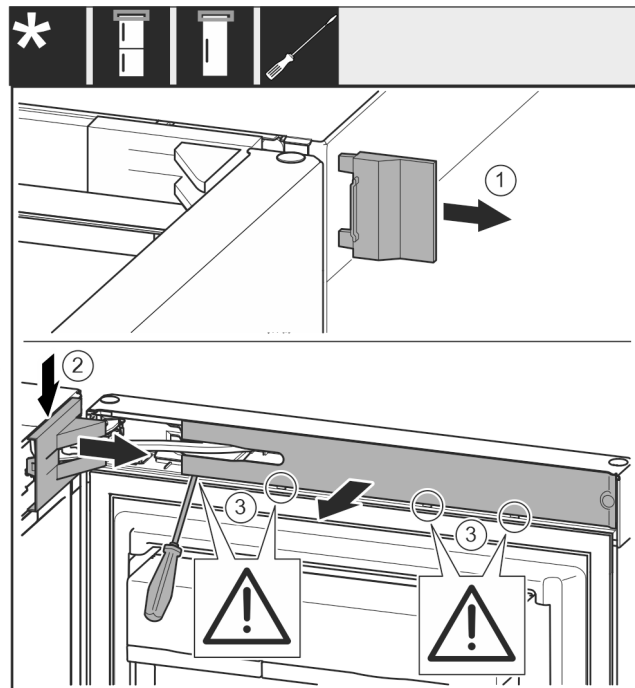

Fig. 9
- ▶ 取下盖板 Fig. 9 (1)。
- ▶ 拆卸并松开托架盖 Fig. 9 (2)。
- ▶ 取下托架盖 Fig. 9 (2)。
- ▶ 使用带槽螺丝刀松开隔板 Fig. 9 (3)并把它转到一边。